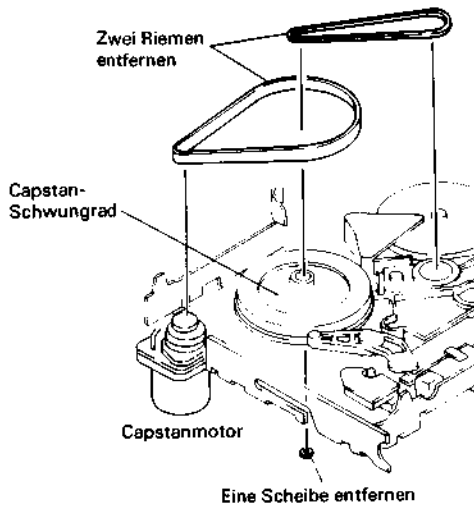

Abb. 2.92 Ausbau des Capstan-Schwungrades
Ausbau des Capstan-Schwungrades (Abb. 2.92)
3. Zwei (2) Riemen von dem Capstan-Schwungrad abnehmen (siehe Abb. 2.92).
4. Eine (1) Scheibe abnehmen und das Capstan-Schwungrad herausziehen.